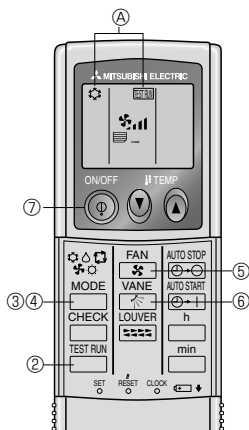

Fig. 7-2
7.2.2. Με ασύρματο τηλεχειριστήριο (Fig. 7-2)